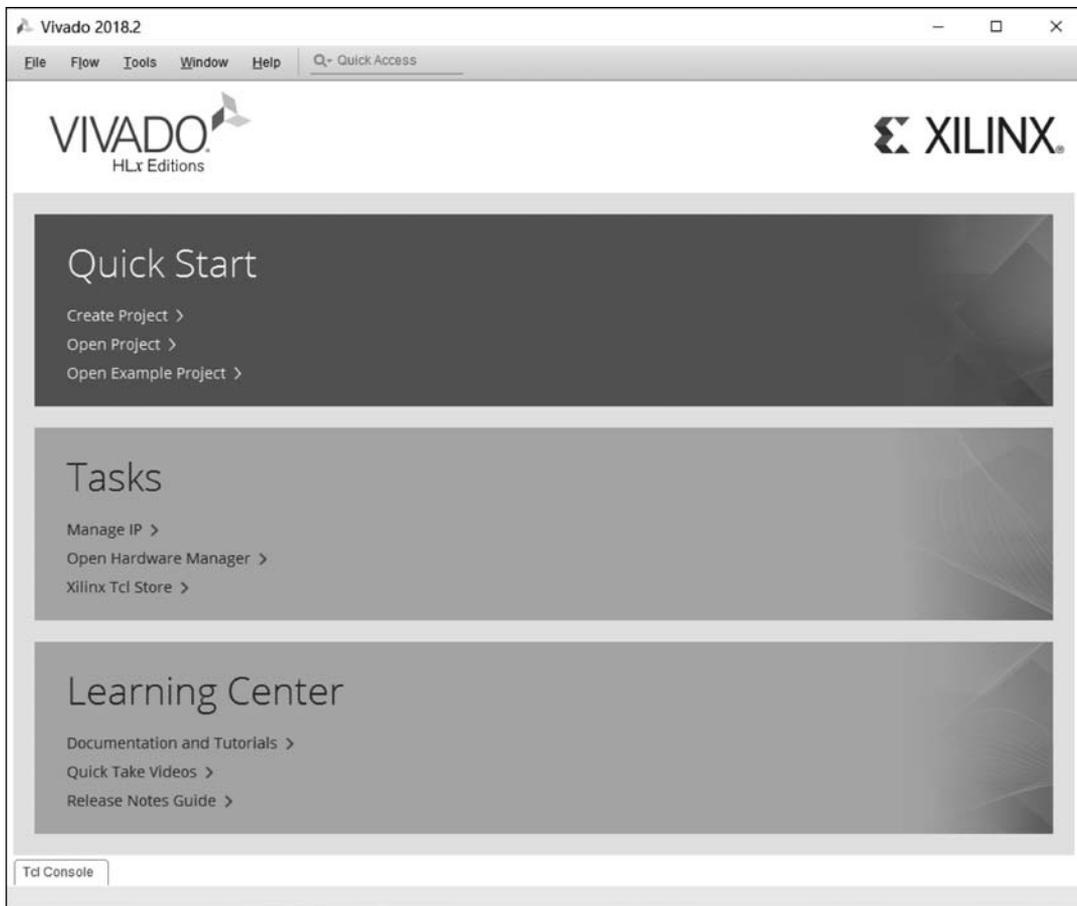

图 3.2 Vivado 启动界面
(1) 双击启动 Vivado 2018.2, 出现如图 3.2 所示的 Vivado 启动界面, 单击 Quick Start 栏中的 Create Project(或者选择菜单 File→New Project...命令), 启动工程向导, 创建一个新工程。